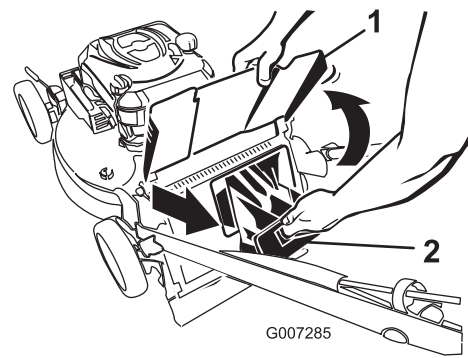

Bild 22
2. Heben Sie das Auswurfablenkblech an und halten es hoch (Bild 22).
3. Ziehen Sie die Heckauswurfklappe ab (Bild 22).